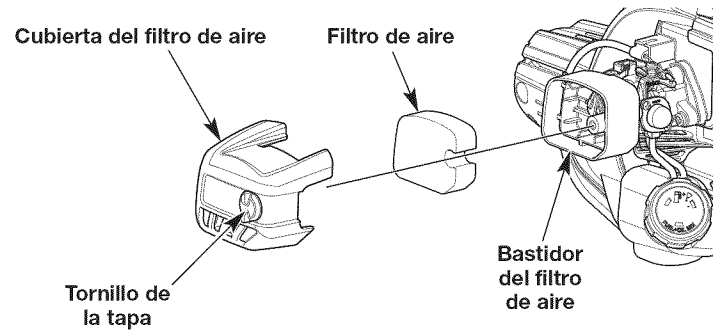

Fig. 17
1. Abra la tapa del filtro de aire desenroscando el tornillo correspondiente (Fig. 17).
2. Saque el filtro de aire del interior de la caja (Fig. 17).